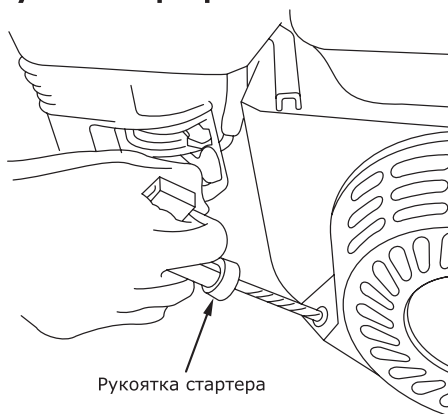

Рис. 14
- Запустите двигатель. Будьте внимательны! При вытягивании шнура стартера шнур может создавать отдачу. Возьмитесь за ручку шнура стартера. Медленно потяните шнур до возникновения сопротивления со стороны двигателя. Не допускайте возврата ручки обратно, продолжайте быстро тянуть ручку на полный взмах руки. Медленно (с натягом шнура) верните ручку в начальное положение (рис. 14). Резкое отпускание ручки шнура стартера приводит к механическому повреждению стартера, что рассматривается как негарантийный случай.